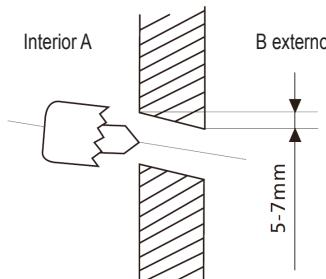

fig. 11 -
5. Efectuar un orificio de Ø65 mm (o Ø 90 mm según el modelo) en la pared ("fig. 11 -"), levemente descendente hacia el exterior, iniciando la perforación por un lado del muro (A) y terminando por el otro lado (B), para evitar roturas anómalas de éste.